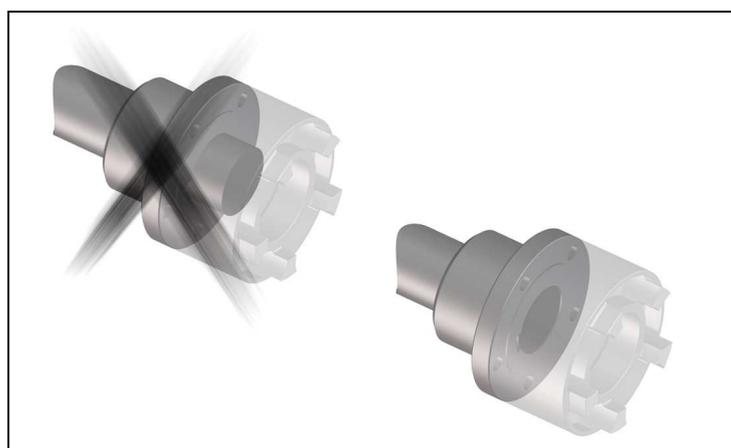

Bild 4
- Montieren Sie die Naben so, dass die Wellenenden mit den inneren Bohrungsöffnungen bündig abschließen (Bild 4). Überstehende Wellenenden verhindern das radiale Ein- und Ausbauen der Zwischenhülsen. Beachten Sie eventuell abweichende Vereinbarungen!